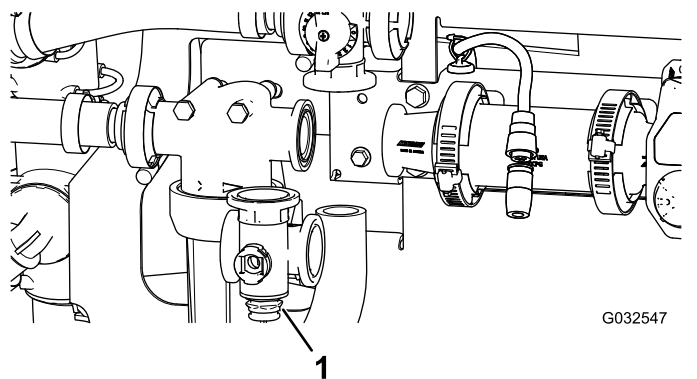

図 98
2. 機体から攪拌バルブマニホールドを取り外す **図 98**。